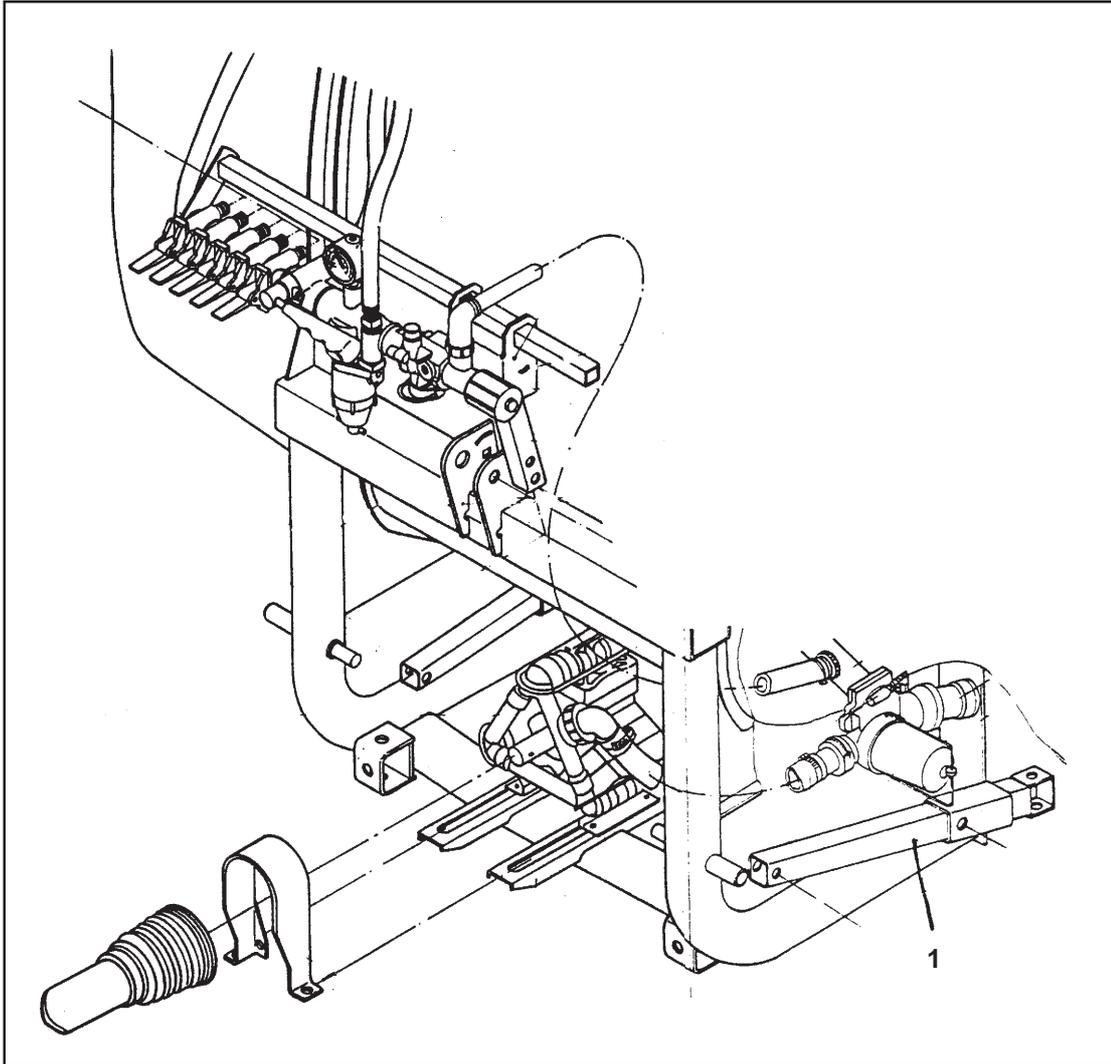

Рис. 5.1
- Сдвинуть и застопорить обе опоры (рис. 5.1/1).
- Установить и зафиксировать обе опорные штанги (рис.5.1/1).